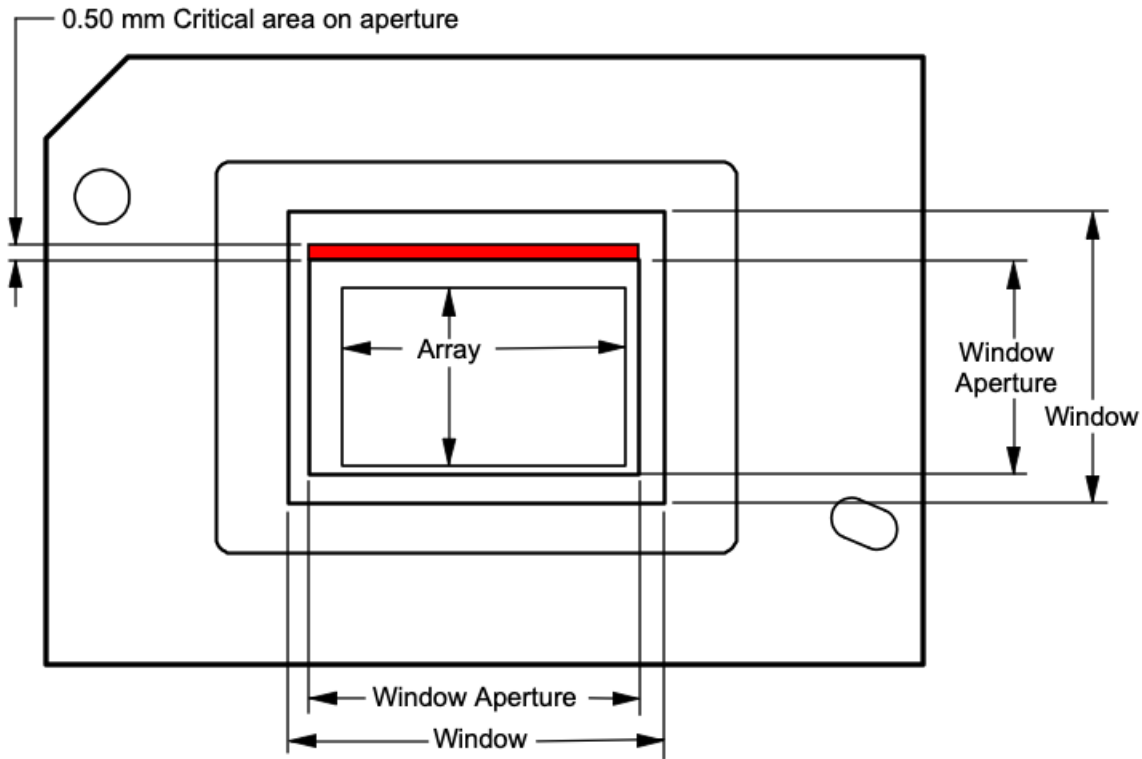

图 5-2. 照明溢出图 — 关键区域
- (6) 为了防止电流过大，电源电压差值 |VBIAS - VRESET| 必须小于指定的限值。
- (7) LS\_CLK 必须按指定方式运行，以满足复位波形命令的内部 DMD 时序。
- (8) 请参阅 *时序要求* 中的 SubLVDS 时序要求。
- (9) 如果 DMD 同时暴露于温度和 UV 照明的最大建议运行条件下，则会缩短器件寿命。
- (10) 阵列温度无法直接测量，必须通过在测试点 (TP1) 测量的温度以及封装热阻（使用微镜阵列温度计算）进行分析计算。
- (11) 最大工作阵列温度根据 DMD 在终端应用中经历的微镜着陆占空比进行降额。有关微镜着陆占空比的定义，请参阅 节 6.9.1 部分。
- (12) 长期定义为器件的使用寿命。
- (13) 短期是器件使用寿命期间的总累积时间。
- (14) 器件不在高露点温度范围内的随时间变化的平均值（包括存储和运行）。
- (15) 在存储和运行期间，暴露于高范围内的露点温度限制在 CTELR 的总累积时间以内。
- (16) 适用于 图 5-2 中定义的区域。
- (17) DMD 的工作区域被 DMD 窗口表面内的孔隙包围，该孔隙遮挡了正常视图中 DMD 器件组件的结构。该孔隙的大小可以预测多种光学条件。照亮有源阵列外部区域的溢出光会产生散射，并对使用 DMD 的终端应用的性能产生不利影响。照明光学系统的一项设计目标是尽可能减少入射到有源阵列外部的光通量。根据光学系统的特定光学架构和组装公差，有源阵列外部的溢出光量可能会导致系统性能下降。
- (18) 要进行计算，请参阅 节 6.8。
- (19) 入射到 DMD 上的最大允许光功率受到每个指定波长范围的最大光功率密度以及微镜阵列温度 (TARRAY) 的限制。
- (20) 要进行计算，请参阅 节 6.7。